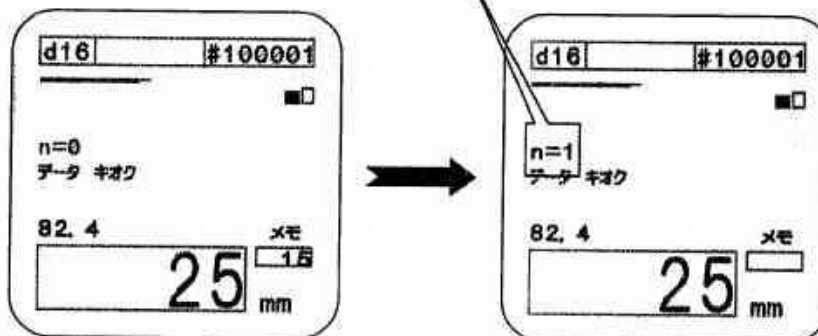

図36
- 今のかぶり厚さの測定結果が保存され、n=0 が n=1 に変わります。(図36参照)